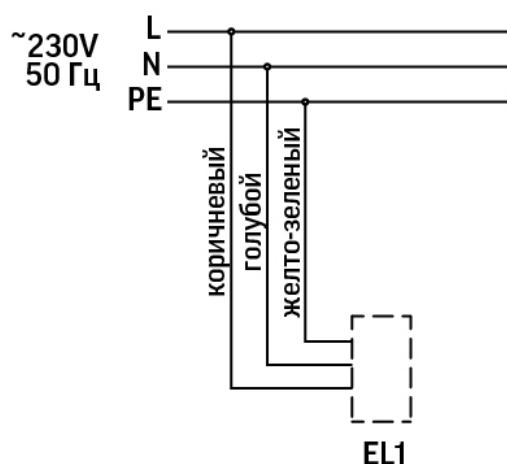

Рис.5
4. Подключите питающий провод к проводу подключения соблюдая цветовую маркировку. Не забудьте заземлить потолочную чашу комплекта подключения! (Рис.5)